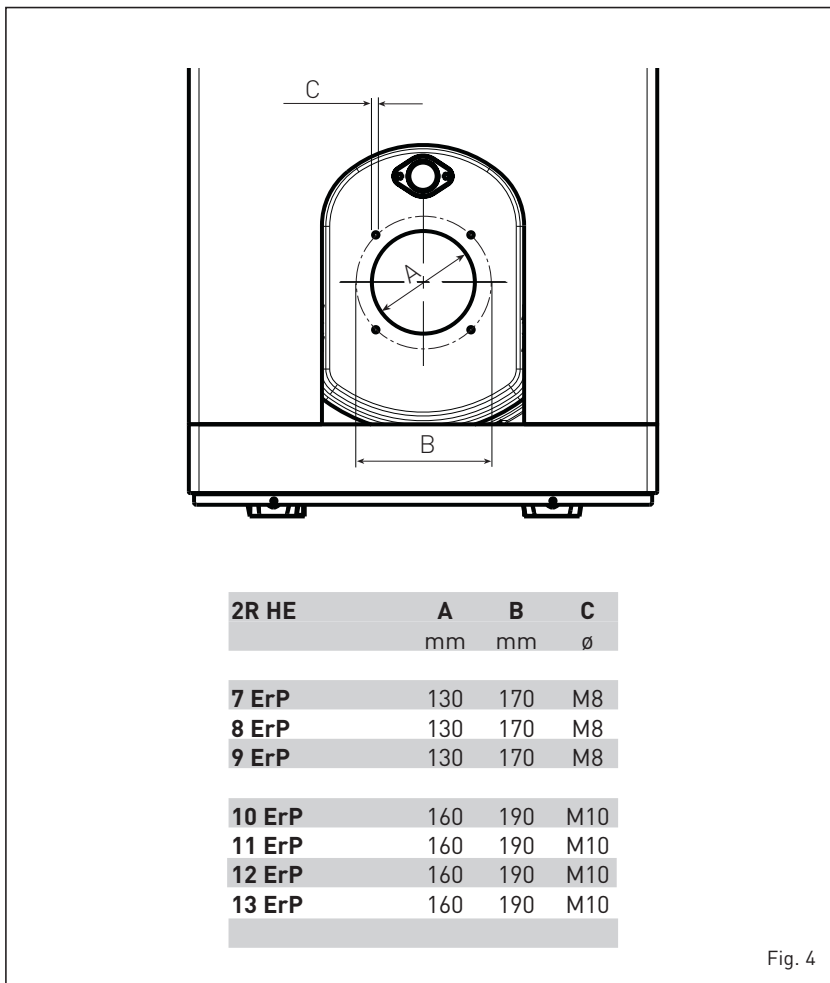

Fig. 4
1.5.1 Montaggio del bruciatore (fig. 4)